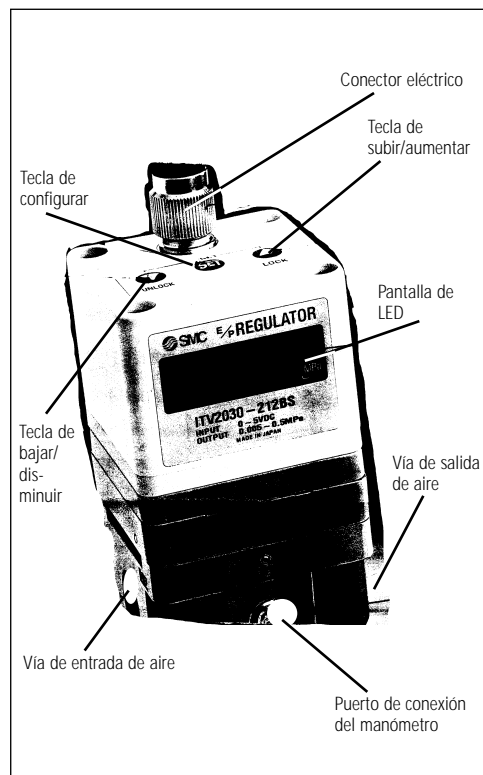

Figura 1
Presione al mismo tiempo las teclas de aumento y disminución (Figura 1) durante más de 3 segundos. En la pantalla (Figura 1) aparece el mensaje "RES". Libere las teclas y los valores de presión mínima, máxima y las salidas conmutadas P1 y P2, quedan restaurados según los valores iniciales.
Nota: si la fuente de alimentación superase los 30mA, el sensor envía el mensaje "Er 5" a la pantalla de LED (Figura 1).
- Libere el bloqueo de teclas "lock key" (Figura 1) tal como se explica en la sección sobre "Función de bloqueo de teclas (key-lock)".
- Para fijar la presión mínima (la pantalla muestra F-1, Figura 1), use la tecla de aumento o disminución (Figura 1) para fijar el valor mínimo de presión y presione la tecla de configurar "set" (Figura 1) para fijar el valor.
- Para fijar la presión máxima (la pantalla muestra F-2, Figura 1), use la tecla de aumento o disminución (Figura 1) para fijar el valor máximo de presión y presione la tecla de configurar "set" (Figura 1) para fijar el valor.
- Para fijar la salida digital 1 (la pantalla muestra P-1, Figura 1), use la tecla de aumento o disminución (Figura 1) para fijar la salida digital y presione la tecla de configurar "set" (Figura 1) para fijar la elección hecha.
- Para fijar la salida digital 2 (la pantalla muestra P-2, Figura 1), use la tecla de aumento o disminución (Figura 1) para fijar la salida digital.
1. Presione la tecla de configuración "set" (Figura 1) para liberar automáticamente la condición de bloqueo.
1. Presione la tecla de desbloqueo "un-lock" (Figura 1) durante más de dos segundos.